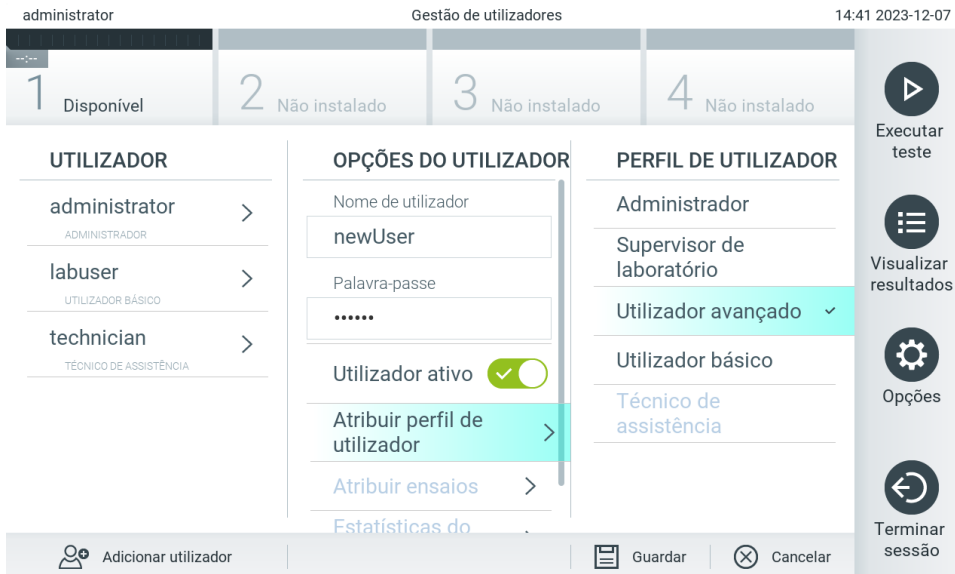

Figura 56. Atribuição de um perfil de utilizador a um novo utilizador.
4. Prima Assign User Profile (Atribuir perfil de utilizador) e atribua o perfil de utilizador apropriado (a partir da lista à direita da área de conteúdo) ao novo utilizador (Figura 56).